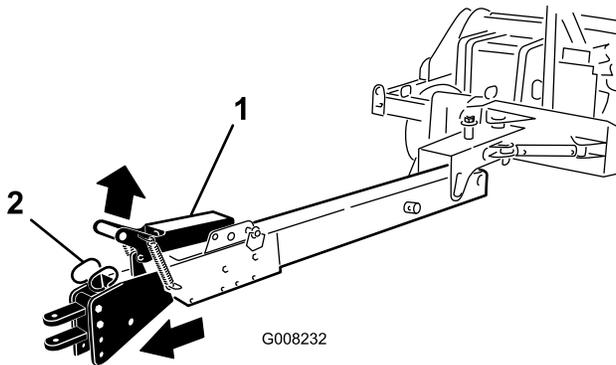

Figura 22
- B. Levante la maneta del enganche (Figura 22).
- C. Conduzca el vehículo lentamente hacia adelante hasta que el conjunto del enganche se bloquee (Figura 22).
8. Para retraer el enganche de remolque, levante la maneta del enganche y conduzca el vehículo lentamente en marcha atrás hasta que el conjunto del enganche se bloquee (Figura 22).